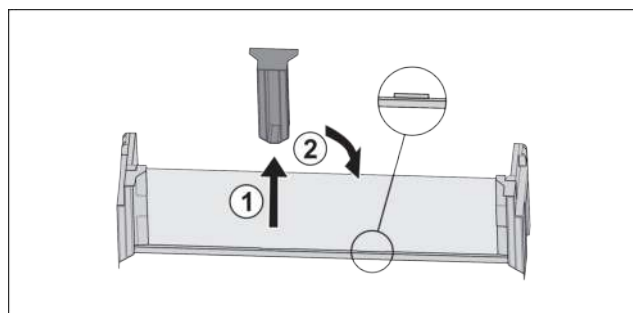

Fig. 114
- Mittleres Halteteil abziehen Fig. 114 (1).
- Mittleres Halteteil auf zweiter Position einsetzen Fig. 114 (2).